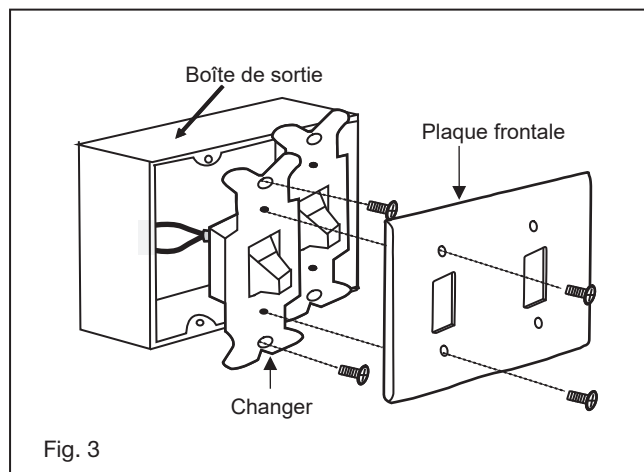

Fig. 3
- 1 Retirez la plaque murale existante et l'ancien interrupteur de la boîte de prise murale. (Fig. 3)
Un flux d'air **VERS LE BAS** crée un effet de refroidissement comme le montre la figure 3. Cela vous permet de régler votre climatiseur sur un réglage plus chaud sans affecter votre confort.